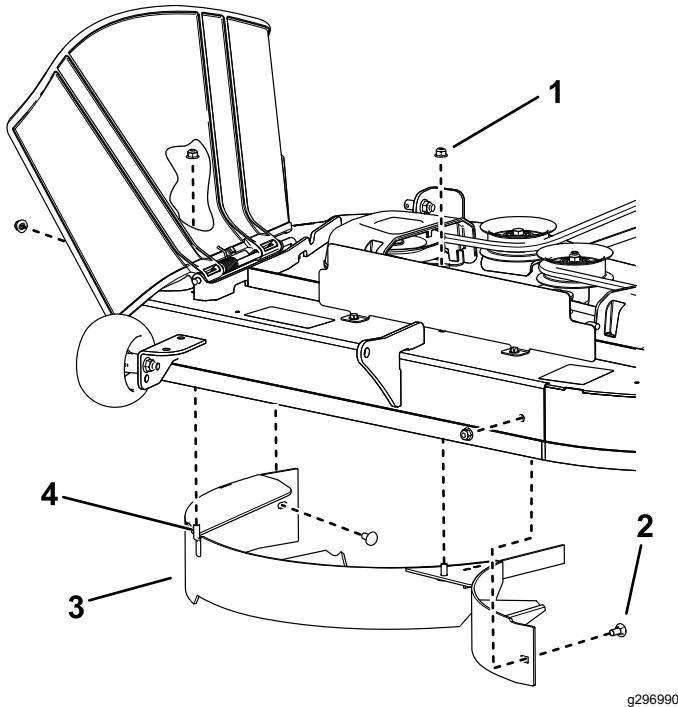

Bild 12
4. Entfernen Sie die beiden Sicherungsmuttern (5/16") von den geschweißten Pfosten des Ablenklechs (Bild 12).
- 1. Sicherungsmutter – 5/16" (4)
- 2. Schlossschraube – 5/16" x 3/4" (2)
- 4. Geschweißte Streben (2)
5. Entfernen Sie die beiden Schlossschrauben und Sicherungsmuttern, die das Ablenkblech am Mähwerk befestigen, und entfernen Sie das Ablenkblech (**Bild 12**)
6. Suchen Sie die zwei Schrauben in den losen Teilen und setzen Sie diese Befestigungen mit den vorhandenen Sicherungsmuttern in die Löcher für die geschweißten Pfosten ein (**Bild 12**), um das Herausschleudern von Rückständen zu vermeiden.